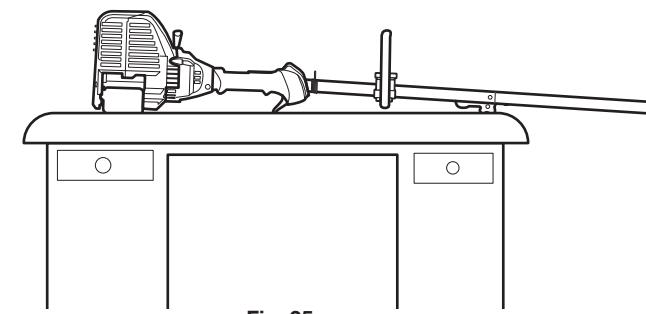

Fig. 25
2. Ubique la unidad sobre una superficie plana y nivelada, como un banco de trabajo o una mesa. El protector del cabezal de corte debe quedar colgando del borde de manera que el motor quede nivelado (Fig. 25).